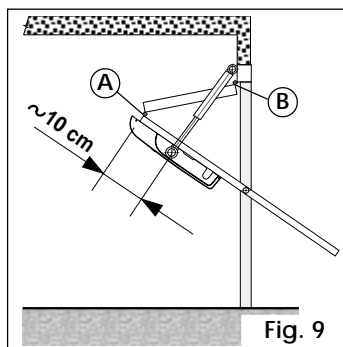

Fig. 9
• **puerta basculante con una hoja articulada (Fig. 9)**